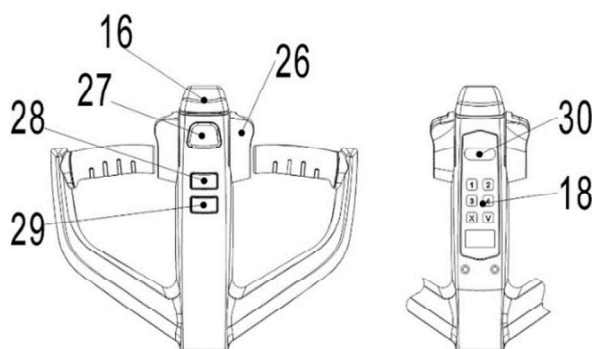
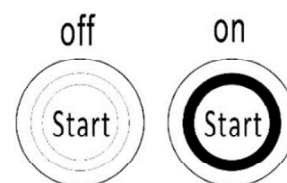

Fig. 7 : Commandes de fonctionnement du timon
Fig. 8 :
Tirez le bouton d'urgence (Fig.1, 20), appuyez sur le bouton interrupteur, et une lumière verte apparaîtra sur l'interrupteur (Fig.8), tapez le mot de passe sur le panneau de code pin et appuyez sur le bouton ✓ pour démarrer le gerbeur. Le gerbeur peut également être activé à l'aide d'une carte d'accès RFID. Appuyez sur le bouton du klaxon (Fig.7, 27) pour activer le signal d'avertissement sonore.
PS12N : Toujours abaisser complètement les fourches. Appuyez sur le bouton, l'anneau LED vert est éteint (Fig.8), et appuyez sur l'interrupteur d'urgence (20).
Voyagez avec les fourches abaissées entièrement sous la palette et appuyez sur le bouton de levage (Fig. 7, 28) jusqu'à ce que vous ayez atteint le levage souhaité hauteur.
Appuyez avec précaution sur le bouton de descente (Fig. 7, 29).
Appuyez sur le bouton de la tortue (Fig.7, 30) pour entrer en mode vitesse lente, déplacez-vous lentement en appuyant sur le bouton de l'accélérateur (Fig.7, 26), appuyez à nouveau sur le bouton de la tortue pour revenir au mode normal.